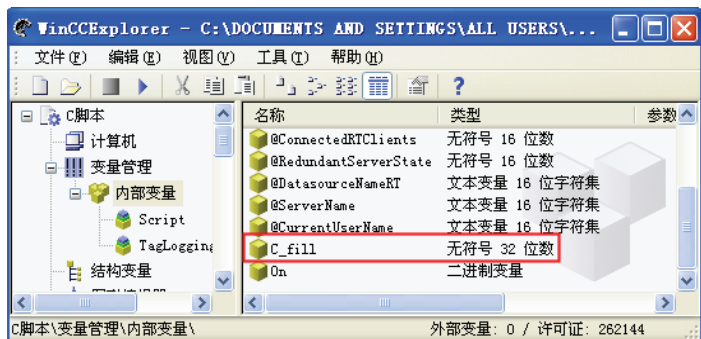

图 9-21 创建内存变量
1) 创建内存变量。在项目管理器的内存变量中创建 32 位无符号内存变量“C_fill”,如图 9-21 所示。